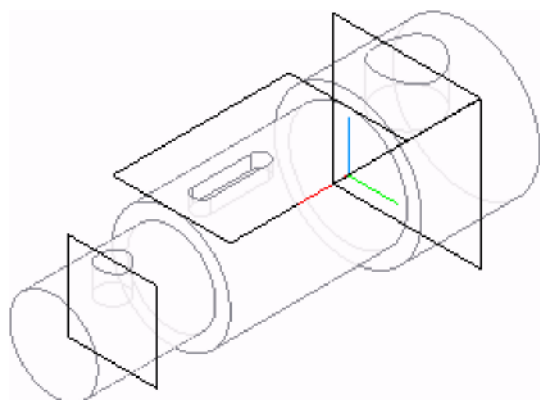

Рис. 6.19
6. Формуємо отвір, використовуючи команду . Вирізати обертанням з параметрами: Спосіб побудови - Сфероїд, Тонка стінка - Немає (рис. 6.19).